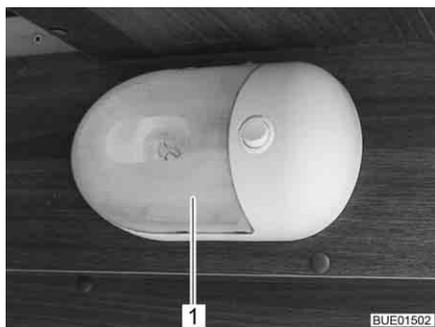

Fig. 226 Luminaire apparent
- Presser le couvercle transparent (Fig. 226,1) avec précaution des deux côtés, l'éloigner légèrement du commutateur et le retirer par l'avant.